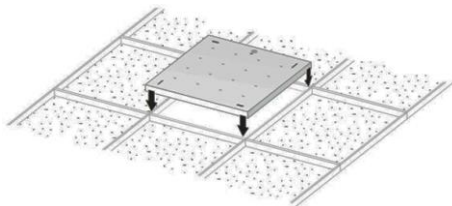

Рисунок 8 — Установка светильника Geniled серии Office, на подвесную конструкцию.
5.4.6. Установите светильник Geniled на монтируемое место (Рисунок 8). Следите за тем, чтобы кабель не оказался зажат между элементами конструкции потолка и светильника. Убедитесь, что светильник надежно закреплен на потолке.